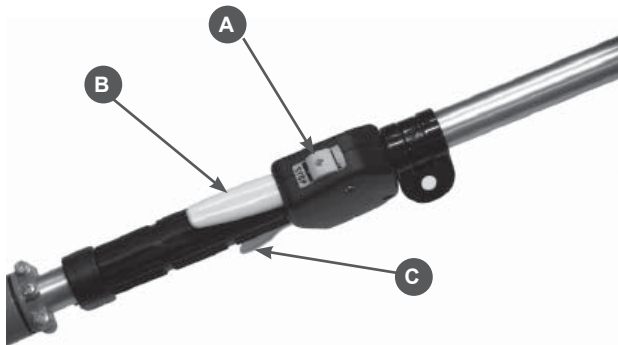

Рис.7
1. Установите выключатель (A) в положение «I» (сдвиньте вперед до упора) Рис.7
4. Нажмите на стопорный рычаг (B) и курок газа (C) Рис.7.
2. Нажмите на стопорный рычаг (B) и курок газа (C) Рис.7 и, удерживая рычаги в нажатом состоянии, потяните за рукоятку стартера, пока не почувствуете сопротивление. Затем произведите резкий рывок 1-2 раза. Двигатель должен запуститься.
При аварийной ситуации необходимо немедленно выключить двигатель. Для этого переведите выключатель (А) в положение «Стоп» Рис.7